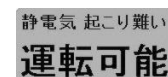

図 7-7
14) [静電気 起こり難い]が表示されるまで、ソーブを徐々にベースタンクへ追加してください。(図 7-7)